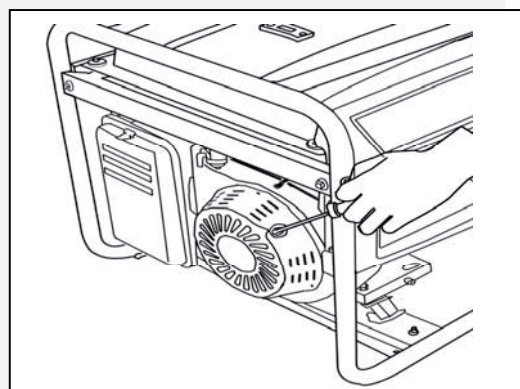

FIGURE 7. POIGNÉE DE DÉMARREUR À RAPPEL
4. Avec une main posée sur la génératrice, saisir la poignée de démarreur à rappel (Figure 7) de l'autre main et la tirer rapidement et sans à-coup vers l'extérieur. Répéter l'opération selon le besoin. Repousser progressivement la tige de starter vers l'intérieur à mesure que le moteur se réchauffe.